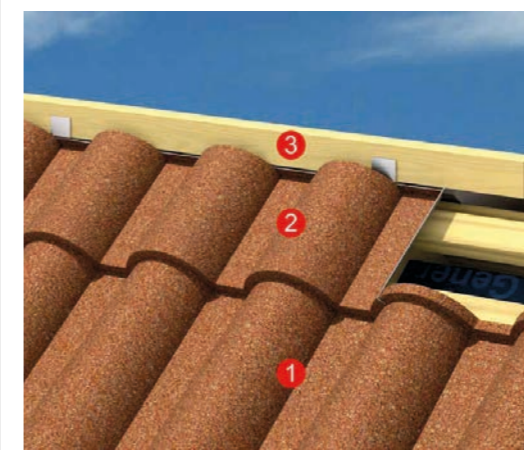

рис. 34
8.1.5. Верхний неполноразмерный ряд панелей обрезают максимально близко к коньковому брусу и отбортовывают (см. рис. 34).